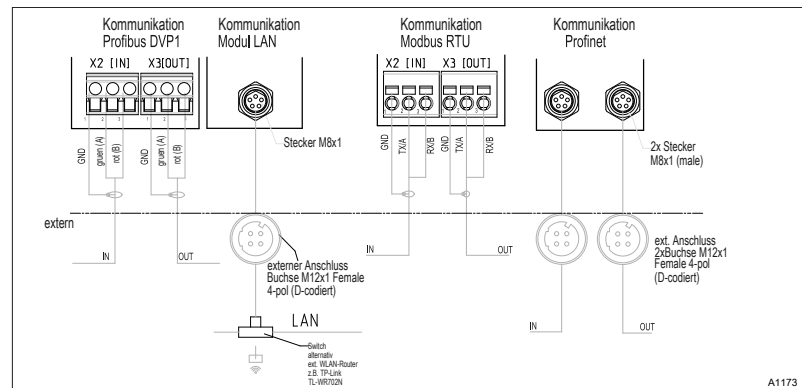

Abb. 1: Klemmenplan der DAC-Kommunikationsbaugruppe (Modul B, Optional)
1. Schließen Sie das PROFINET® an die DAC-Kommunikationsbaugruppe an, Abb. 1.